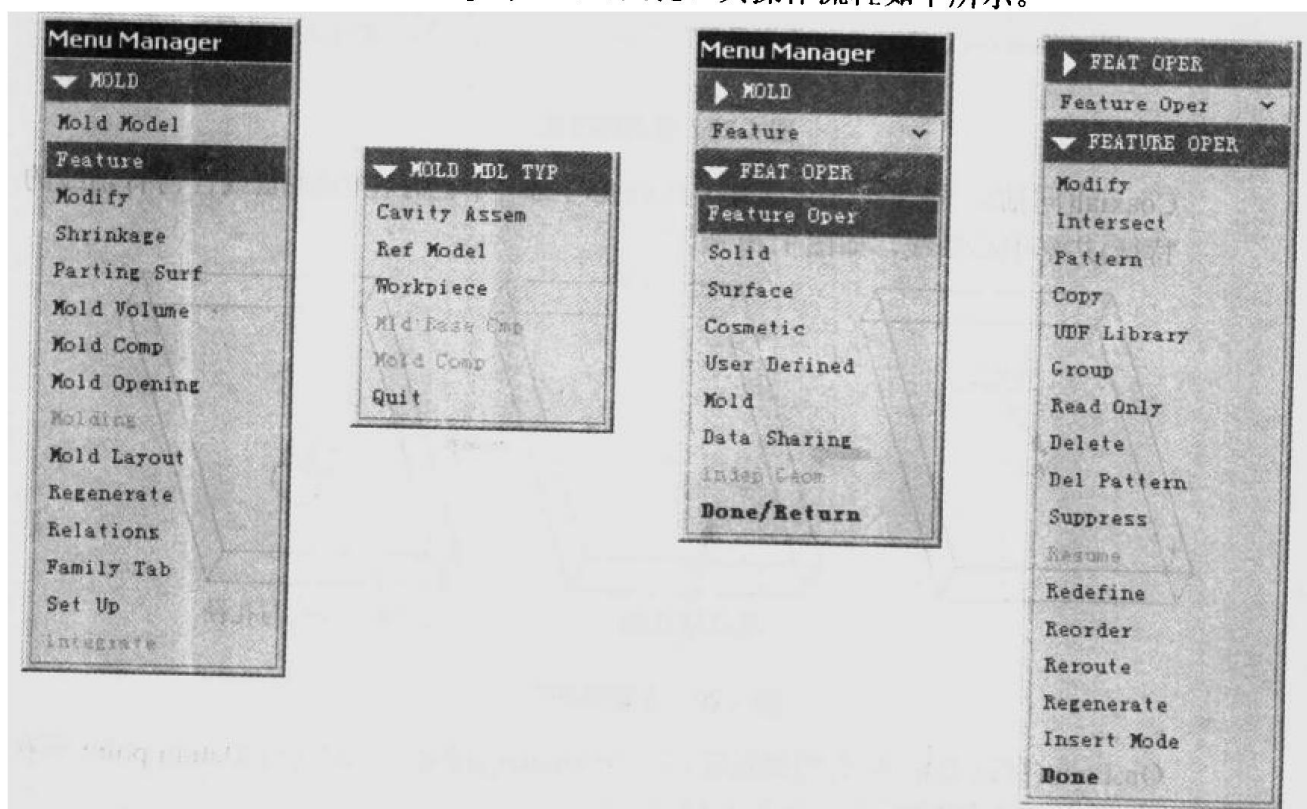

图 1.26 Mold 模块中调用 UDF 菜单
- **User Defined(用户自定义):** 在实际的设计工作中, 经常利用几个特征来设计模具的浇道系统, 但由于注道、流道或浇口等的造型大同小异, 因此可以在 Part 模块使用主菜单下的 Tools | UDF Library(UDF 为 User Defined Feature 的缩写)命令, 或在 Mold 模块使用 FEATURE OPER 菜单下的 UDF Library 命令(如图 1.26 所示), 来将这几个常用的特征装配在一起, 并赋予有设计意义的名称, 以作为用户自定义的特征。当该类特征累积到一定数量时, 这些特征就成为浇道系统设计的标准特征数据库, 任何模具设计人员均可在 Mold 模块, 选择 MOLD | Feature → Cavity Assem → Feature Oper → UDF Library 选项, 从 UDF 数据库选用 UDF 特征, 建立模具专属特征, 以节省时间, 并达到模具设计标准化的目的。详细的 UDF 数据库创建及 User Defined 特征使用方式请参考一些 Pro/ENGINEER 的基本教程。